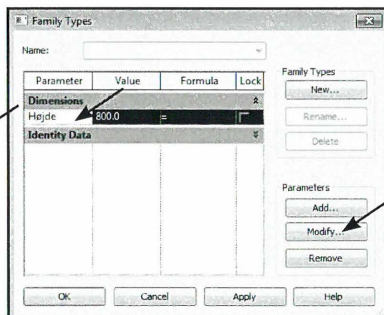

Fig. 06.34. Marker Højde parameteren og klik Modify.
- Marker *Højde* parameteren ved blot at klikke i feltet. Klik derefter *Modify* (Fig. 06.34).